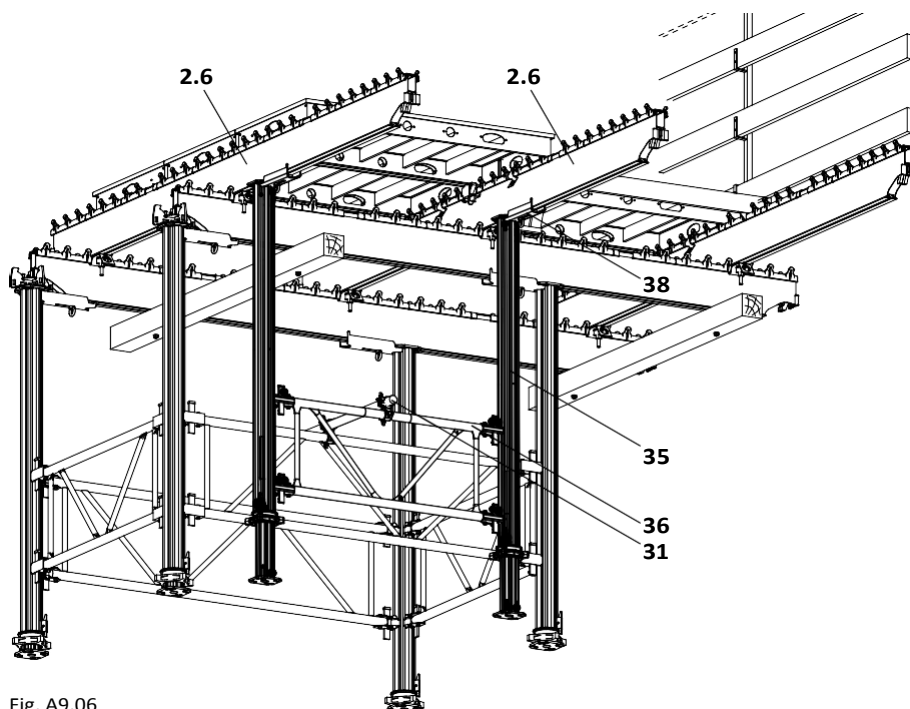

Fig. A9.06
2. Закрепете 2 MULTIPROP подпори MP (35) на 1.50 m от конзолния край с помощта на свръзката за маса STV (38).
3. Свържете MULTIPROP подпорите MP с MULTIPROP рамката MRK 150 (36).
4. Свържете рамките MRK 150 към рамките MRK 225 (36.1) с поне една тръба за скеле L = 2.25 m (31) и три жабки за скеле. (Fig. A9.06)